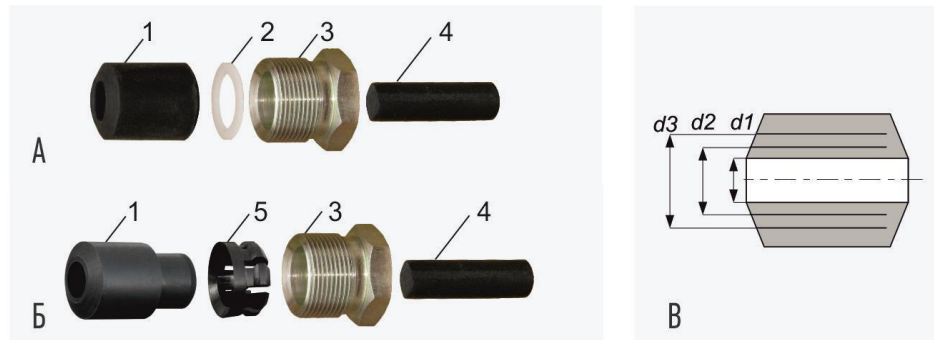

Рис. 2. Устройство крепления металлорукава УКМ-10 (-12) для кабельного ввода "D12":
1. Устройство крепления металлорукава «УКМ10» или «УКМ12» для кабельного ввода D12* (рис. 2). Устройства предназначены для крепления металлорукава, внутренним диаметром 10 мм (УКМ10) и 12 мм (УКМ12). Состоят из резьбовой втулки 1 (сталь) и втулки 2 (латунь). Крепление осуществляется наворачиванием металлорукава на втулку 2, на конце которой предварительно выполняется выступ (~ 1,5 мм) при помощи плоскогубцев.